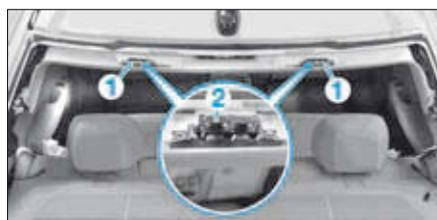

FIG. 4
- Déposer la partie supérieure du porte-contact (1) de la partie inférieure (2) (Fig.4).